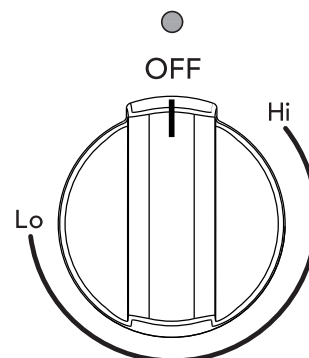

Figure 9 : Bouton de la surface de réchaud
1. Pousser et tourner dans un sens ou dans l'autre (voir Figure 9). Les températures sont indiquées par < Hi > (feu vif) et < Lo > (feu doux). La commande peut toutefois être réglée sur n'importe quelle position entre ces deux valeurs pour offrir d'autres ajustements de chaleur.